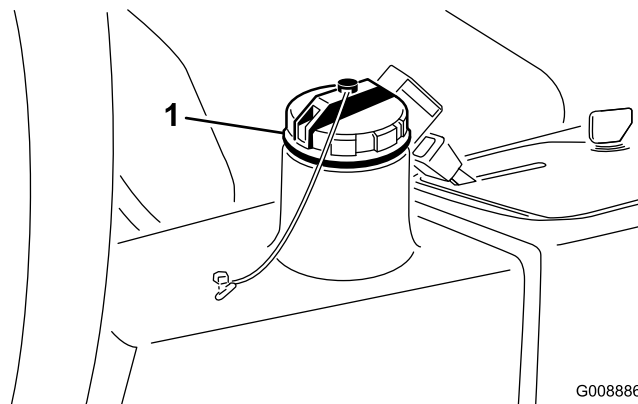

Figure 25
2. Nettoyez la surface autour du goulot et du bouchon de remplissage du réservoir hydraulique (Figure 25). Enlevez le bouchon.